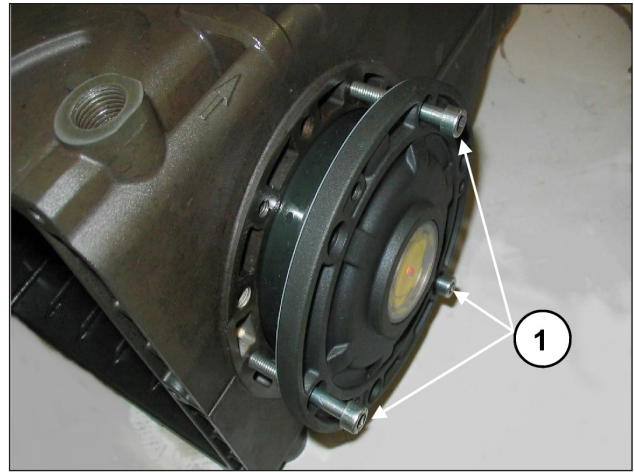

Fig. 8
Antes de montar las tapas laterales asegurarse de la presencia de las juntas tóricas de retención sobre ambas y de las anillas de calce sobre solamente la tapa del lado del testigo. Para facilitar la introducción del primer tramo y de la correspondiente introducción de las tapas sobre el cárter, se recomienda utilizar N° 3 tornillos M6 x 40 parcialmente roscados, (Fig. 8, pos. ①) para después completar la operación con los tornillos incluidos en la dotación (M6x16).